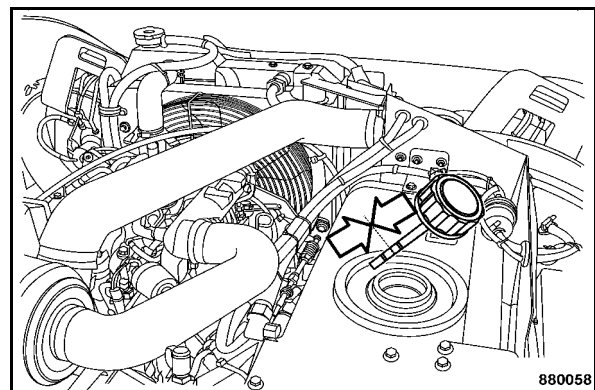

Fig. 122
- Vérifier le niveau de l'huile hydraulique à la jauge. Le niveau doit se situer entre les repères MIN et MAX (Fig. 122).